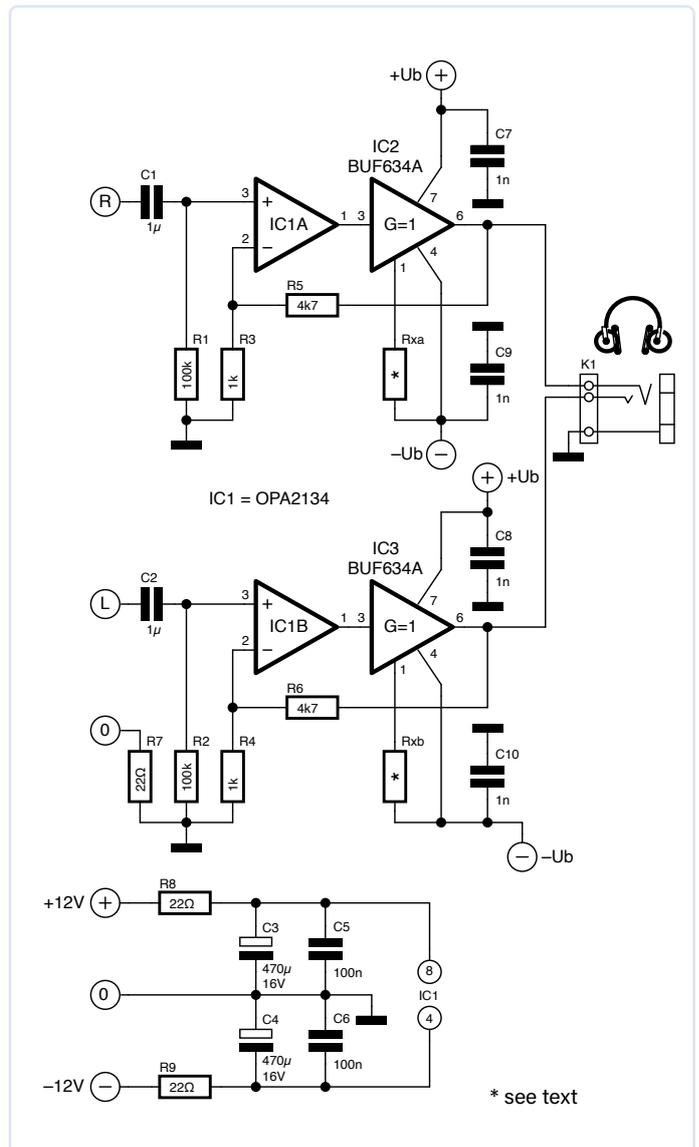
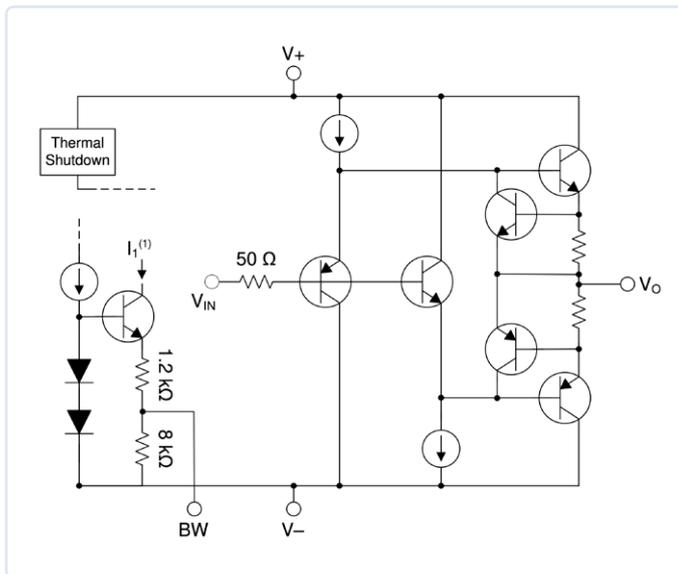

Bild 1. Die Schaltung des kompletten Kopfhörerverstärkers basiert auf integrierten Halbleitern.
Bild 2. Die Innenschaltung der integrierten Gegentakt-Ausgangsstufe BUF634A. Quelle: [2].
**Bild 1** zeigt die komplette Stereoschaltung. Ein Dual-Audio-Opamp OPA2134 [1] bildet die beiden Eingangsstufen und ist für die Spannungsverstärkung zuständig. Zwei BUF634As übernehmen die Stromverstärkung. Seine interne Grundschaltung ist in **Bild 2** zu sehen.
Die Besonderheit dieser integrierten Gegentakt-Ausgangsstufe ist die sehr hohe Bandbreite, die über den Strom durch Pin 1 zwischen 35 MHz und 210 MHz eingestellt werden kann. Lässt man den Widerstand Rx in Bild 1 weg (Pin 1 = offen), beträgt die Bandbreite 35 MHz und der Ruhestrom nur etwa 1,5 mA. Die maximale Bandbreite ergibt sich, wenn für Rx ein Wert von 0 Ω gewählt wird. In diesem Fall steigt